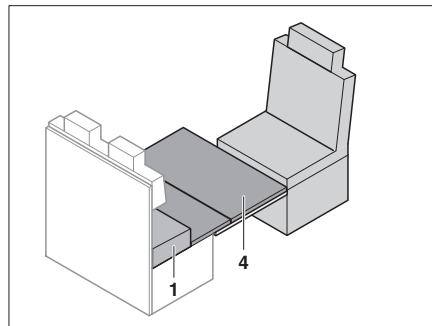

Fig. 185 Applicare la base del letto extra
- Collocare la base del letto extra (Fig. 185,4) sul tavolo. Appoggiare lo spigolo anteriore della base del letto extra direttamente al sedile del conducente.